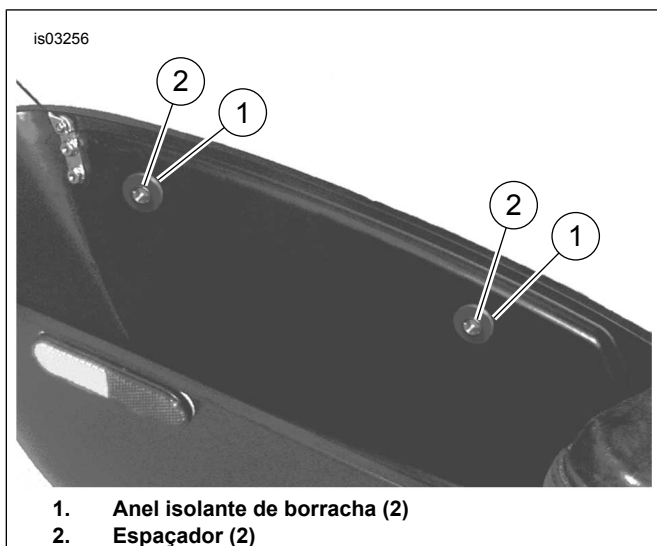
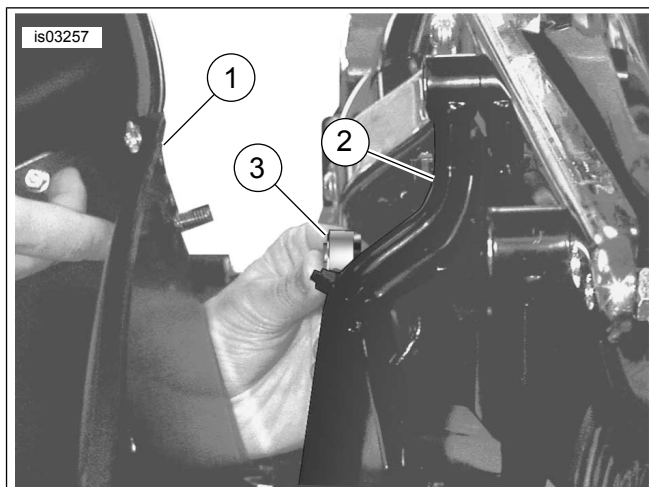

Figura 13. Instalação dos anéis isolantes e dos espaçadores
Figura 14. Instalação do espaçador
1. Veja a Figura 13. Instale os anéis isolantes (1) nos furos dentro do alforje.
2. Instale o espaçador (2) em cada um dos anéis isolantes.
3. Veja a Figura 14. Coloque o alforje (1) no gancho (2) e localize o espaçador (3) entre o alforje e o gancho de suporte.